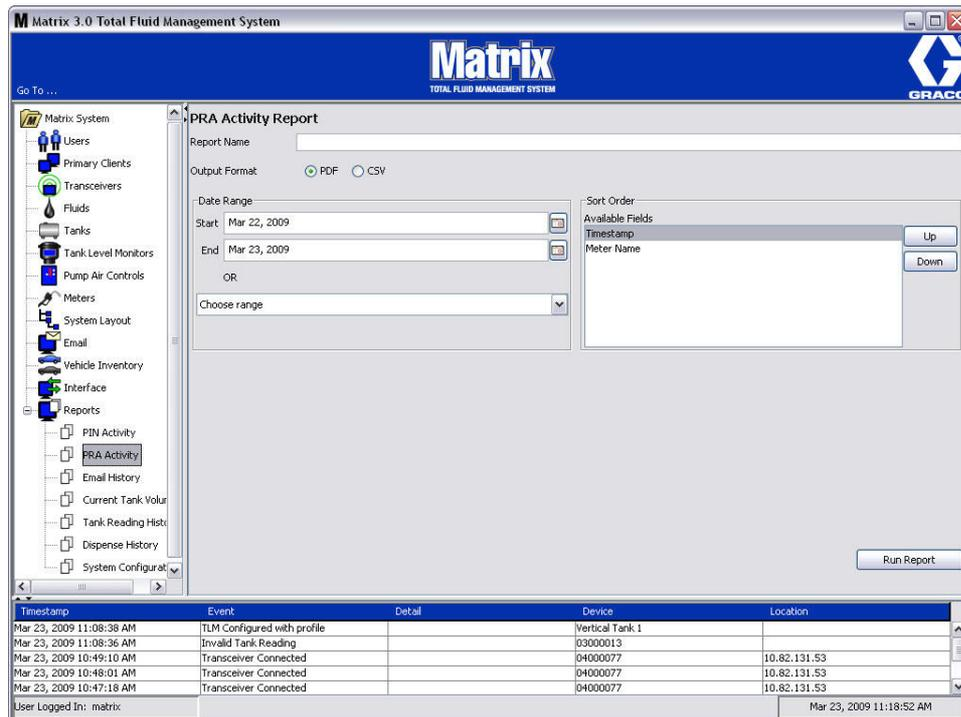

FIG. 169
- Schermata attività PRA (FIG. 169)